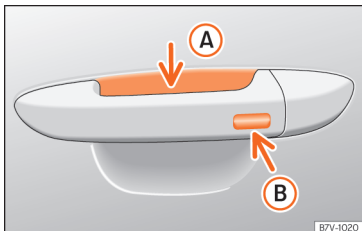

Abb. 51 Türgriff: Sensorflächen.
»» [Abb. 51]
- Berühren Sie die auf der Außenseite des Türgriffs befindliche Sensorfläche »» [Abb. 51] **B**. Alle Blinker leuchten einmal.
- Berühren Sie innerhalb von 5 Sekunden einmal die auf der Außenseite des Türgriffs befindliche Sensorfläche »» [Abb. 51] **B**. Ergreifen Sie dabei nicht den Türgriff. Das System Keyless Access ist jetzt vorübergehend deaktiviert.
Um mit der **Komfortfunktion** alle elektrischen Seitenfenster und das Glasdach zu schließen, lassen Sie einen Finger einige Sekunden auf der Sensorfläche für Verriegelung »» (Abb. 51) **B** am Türgriff, bis die Seitenfenster und das Dach geschlossen sind.